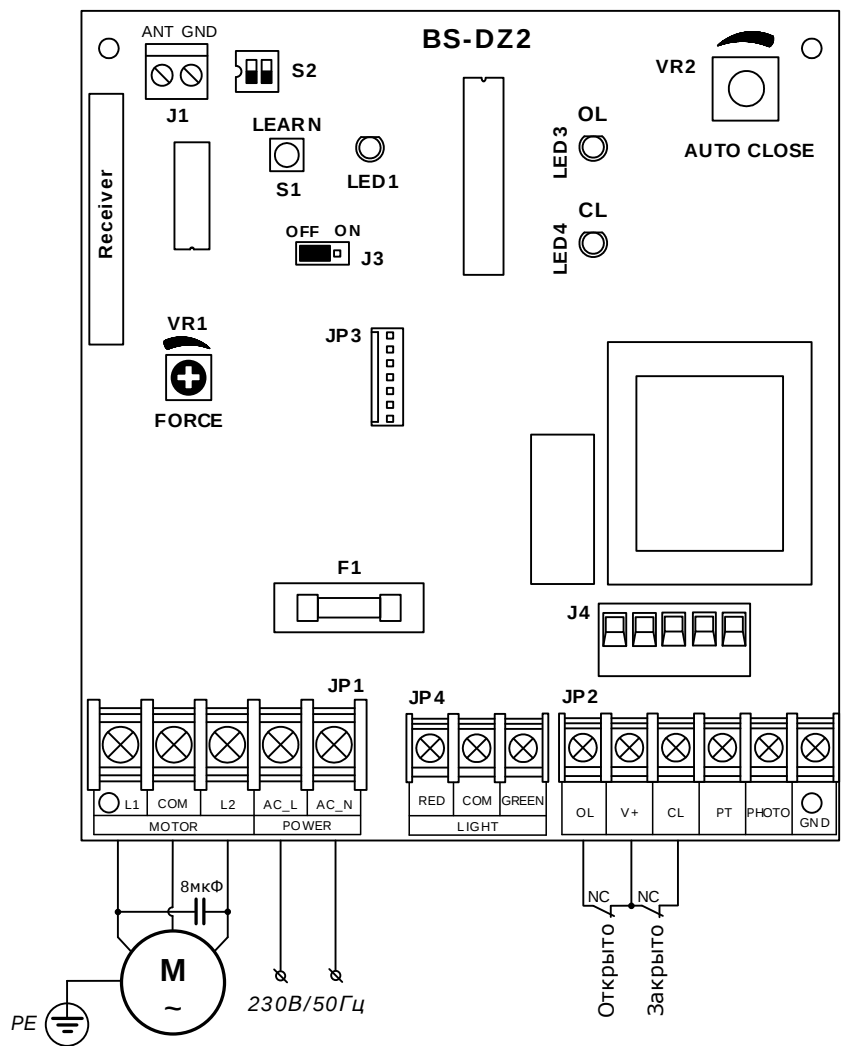

Рисунок 7. Плата блока управления
Блок управления состоит из корпуса, на крышке которого расположены светодиоды и кнопки управления (Рисунок 6), и электронной платы (Рисунок 7). Блок управления в тумбе шлагбаума устанавливается на креплении дверцы.
В корпусе блока управления установлена электронная плата (Рисунок 7), к которой выполняются электрические подключения устройств шлагбаумной системы.
Для записи пульта АТ-4 в блок управления шлагбаума нажмите кнопку S1 (Рисунок 7), индикатор LED1 платы блока загорится. Затем нажмите выбранную кнопку пульта. Индикатор LED1 моргнет несколько раз и погаснет, что означает запись кнопки пульта в память платы блока управления. При записи пульта, ранее записанного, и нажатии другой кнопки, то будет записана и эта кнопка пульта (могут быть записаны несколько кнопок пульта).
Проверьте настройку конечных положений. Разблокируйте шлагбаум (раздел 4.5. «Ручная разблокировка») и убедитесь в срабатывании магнитных выключателей. При полном открытии шлагбаума светодиод LED3 (OL) гаснет (Рисунок 7), при полном закрытии шлагбаума гаснет светодиод LED4 (CL). После чего заблокируйте шлагбаум и выполните несколько полных циклов открытия и закрытия с помощью устройства управления (кнопок блока управления), убедитесь в правильности регулировок и положения рейки.
Положения переключателя **S2** (Рисунок 7) **№1**:
Время паузы до автоматического закрытия (1 – 80 секунд) настраивается потенциометром **VR2** (Рисунок 7). Максимальное значение времени в крайнем правом положении, минимальное значение - в крайнем левом.
С помощью переключателя **S2** (Рисунок 7) **№2** настраивается логика работы выходов разъема **JP4** (Таблица 5):